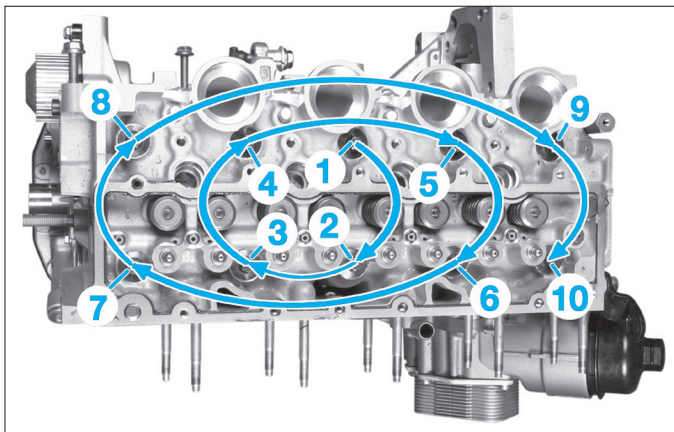

Fig. 56
- Serrer les vis de culasse en respectant l'ordre (Fig.56) et le couple de serrage (voir "Caractéristiques").